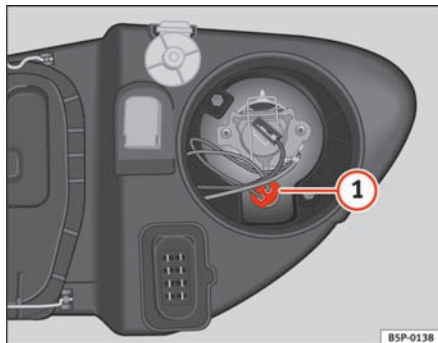

Fig. 162 Positionslys
- Tag fatningen ⇒ fig. 162 ① ud.